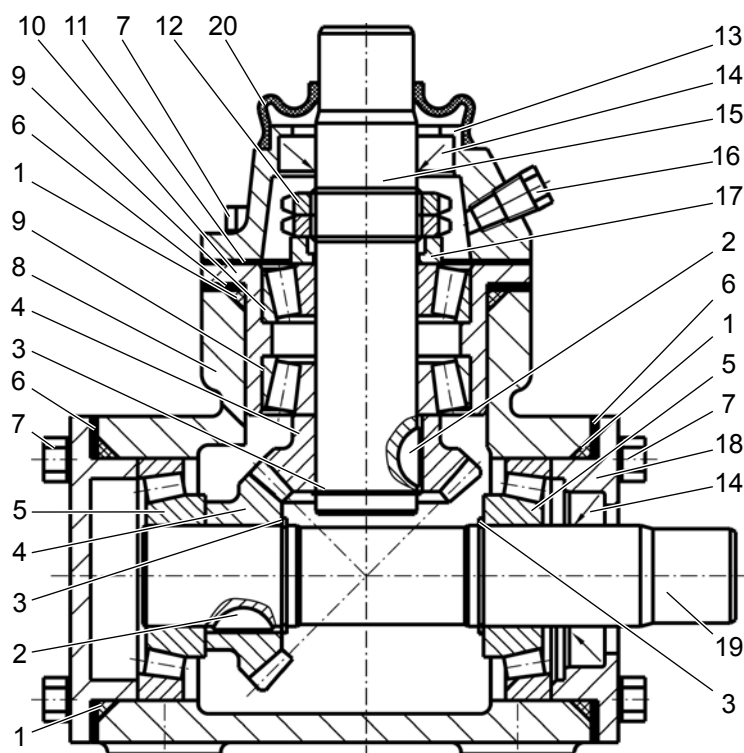

Рис. 4.8.3 – Угловой редуктор:
Угловой редуктор (рис. 4.8.3) передает усилие, приложенное к рулевому колесу, через карданные валы на рулевой механизм. Угловой редуктор состоит из ведущего 15 и ведомого 19 валов с парой конических шестерен 4, посаженных на шпонки 2. Валы установлены в картере 8 на конических подшипниках 5 и 9. В картере имеется заливное отверстие, закрытое пробкой 16. Предварительный натяг конических подшипников 9 регулируется гайкой 12. Предварительный натяг подшипников 5 и зазор в зубчатом зацеплении пары конических шестерен регулируется набором прокладок 6. Ведущий и ведомый валы уплотняются манжетами 14.
- вывернуть заливную пробку фильтра-сапуна 4 (рис. 4.8.3) и сливную пробку 5 масляного бака;